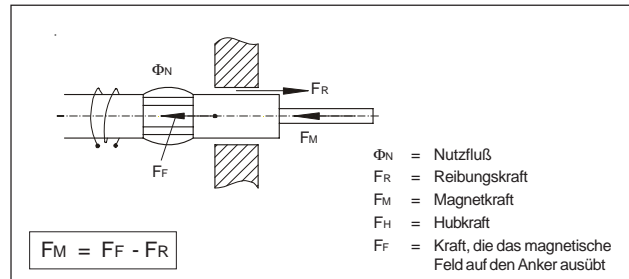

Bild 2.1.1.1
2.1.1 Die **Magnetkraft  $F_M$**  ist der ausnutzbare, also um die Reibung verminderte Teil der im Hubmagneten in Hubrichtung erzeugten mechanischen Kraft. (Bild 2.1.1.1)